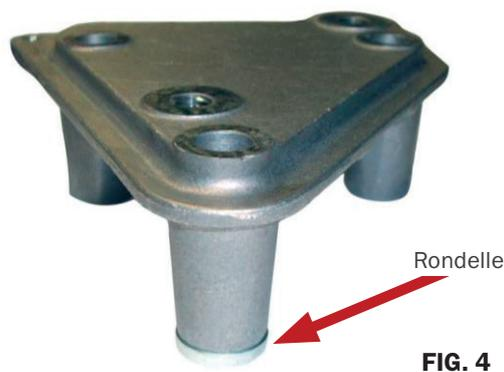
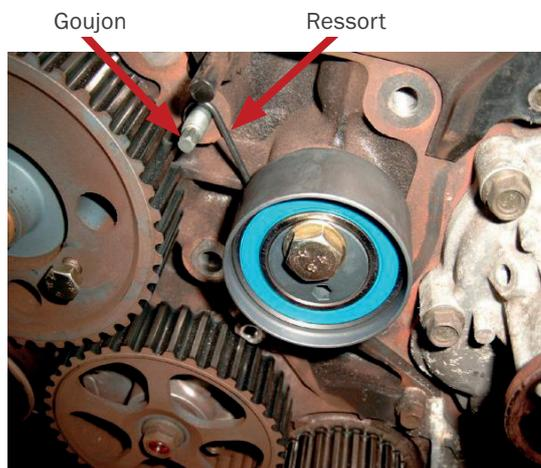

FIG. 4
FIG. 5
Le kit K025563XS est vendu avec une rondelle destinée à rallonger la patte plus courte du support moteur sur l'ancienne version (Fig. 4), et contient un goujon nécessaire pour accrocher le ressort du nouveau tendeur (Fig. 5). Le K02 peut toujours être utilisé : jusqu'au moteur n° 328703, en utilisant la rondelle et le goujon ; et depuis le moteur n° 328704 sans rondelle ni goujon.
3. Insérer et serrer le goujon au couple (18,6 Nm) à la droite de la poulie de pompe à injection (Fig. 5).
11. K025563XS : coller la rondelle (Fig. 4) au-dessous de la patte du support moteur (au moyen de colle extra forte) afin d'éviter de la perdre en desserrant le boulon du support plus tard.